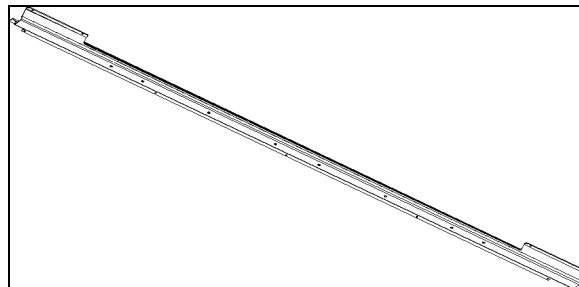

FIGURE 118: ÉCLAIRAGE D.E.L. INDIRECT DANS LE PORTE-BAGAGE À MAIN
2. Avec un tournevis pour vis cruciforme, dévisser et retirer la bande à D.E.L. existante (Figure 118).